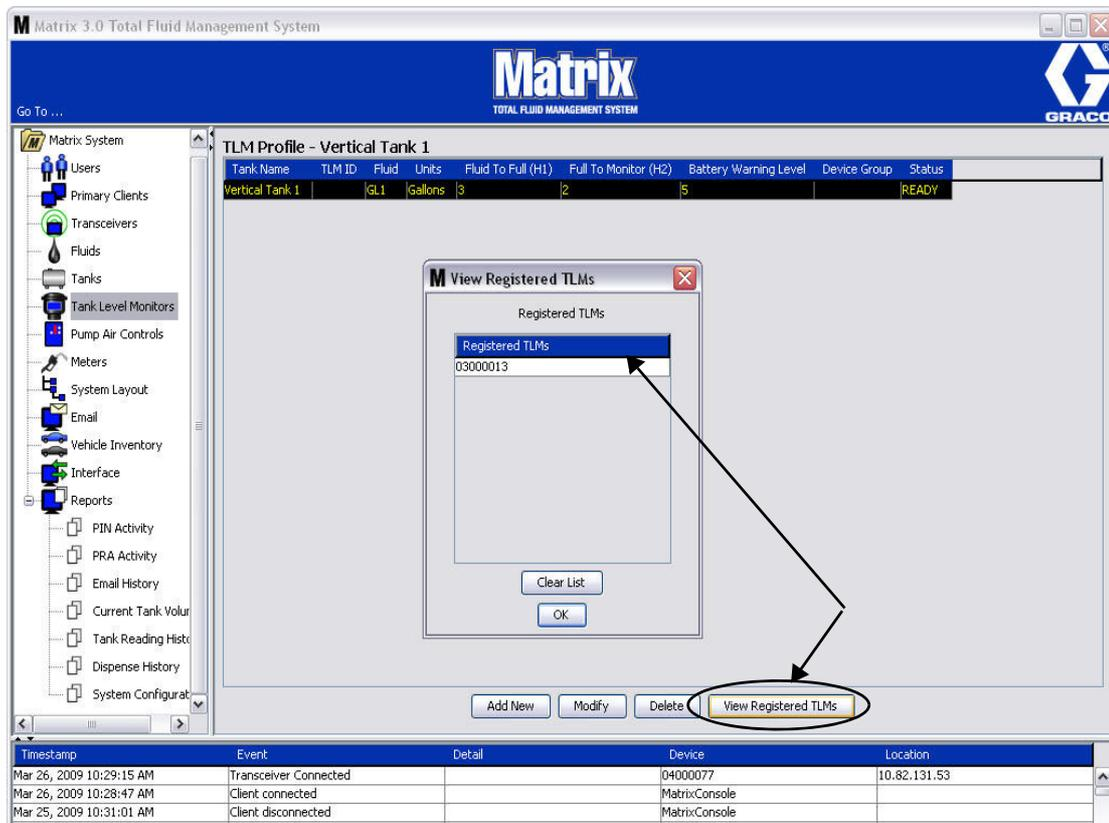

ABB. 110
- Die Schaltfläche „Liste leeren“ entfernt alle registrierten TFW aus dem System (ABB. 110). Diese TFW müssen erneut beim Matrix-PC registriert werden. Vollständige Anweisungen zur Registrierung von TFW finden Sie in der TFW-Betriebsanleitung.